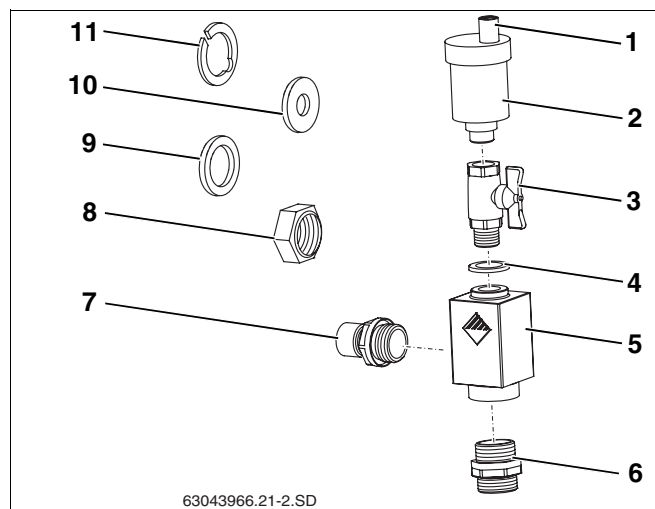

Fig. 36 Kit de purge universel
L'installation solaire est purgée en ouvrant la vis sans tête. Pour empêcher la pénétration d'humidité par la vis sans tête dans l'installation solaire, le capuchon de protection contre les intempéries (fig. 36, **pos. 1**) doit toujours être placé sur la vis sans tête lorsque l'installation est en marche.
Contenu de livraison du kit de purge universel (fig. 36):